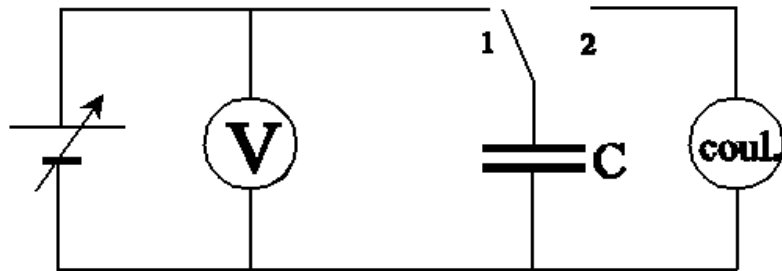

Figura 1
Observem la proporcionalitat (1) entre la tensió aplicada a un condensador i la càrrega que emmagatzema. Per fer-ho, carreguem el condensador C a diferents tensions (posició 1 en el circuit de la figura 1) i seguidament en mesurarem la càrrega connectant-lo al coulombímetre (posició 2).